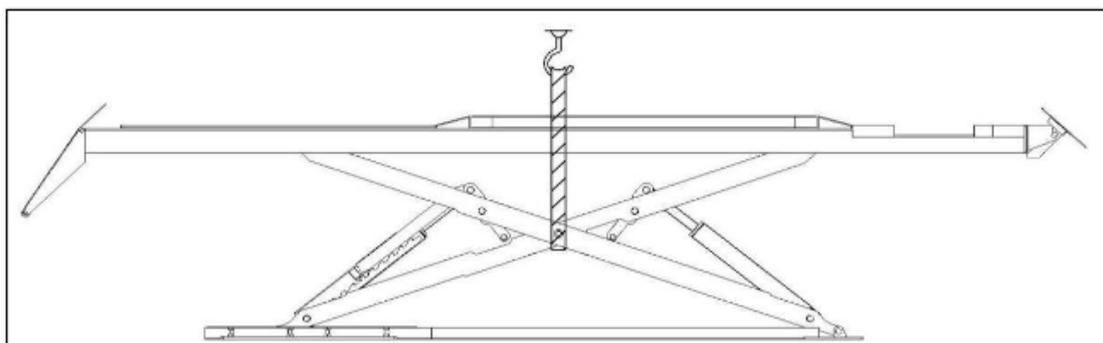

Figura 20
**Para inserir o elevador no recesso, coloque o elevador como descrito na figura 20 e preste atenção para não danificar as mangueiras e os cabos elétricos.**